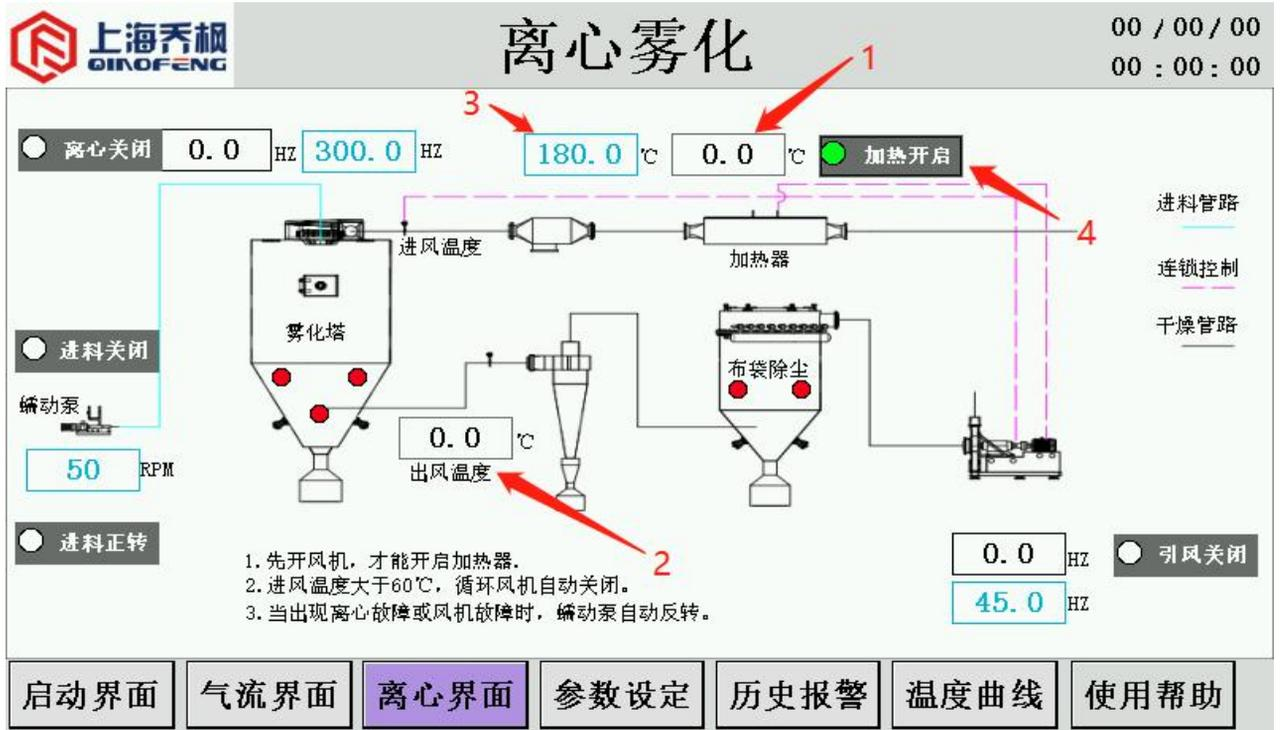

图 8
(4) 点击“°C”前的设定框 3，用虚拟键盘输入“0-250”，即为设定进风温度为 0-250°C，点击“电加热按钮”4，开启电加热。显示状态如下图 8 所示。（显示框 1 为进风实际温度显示，显示框 2 为出风温度实际显示，以此判断罐体实际状态是否符合生产状态）